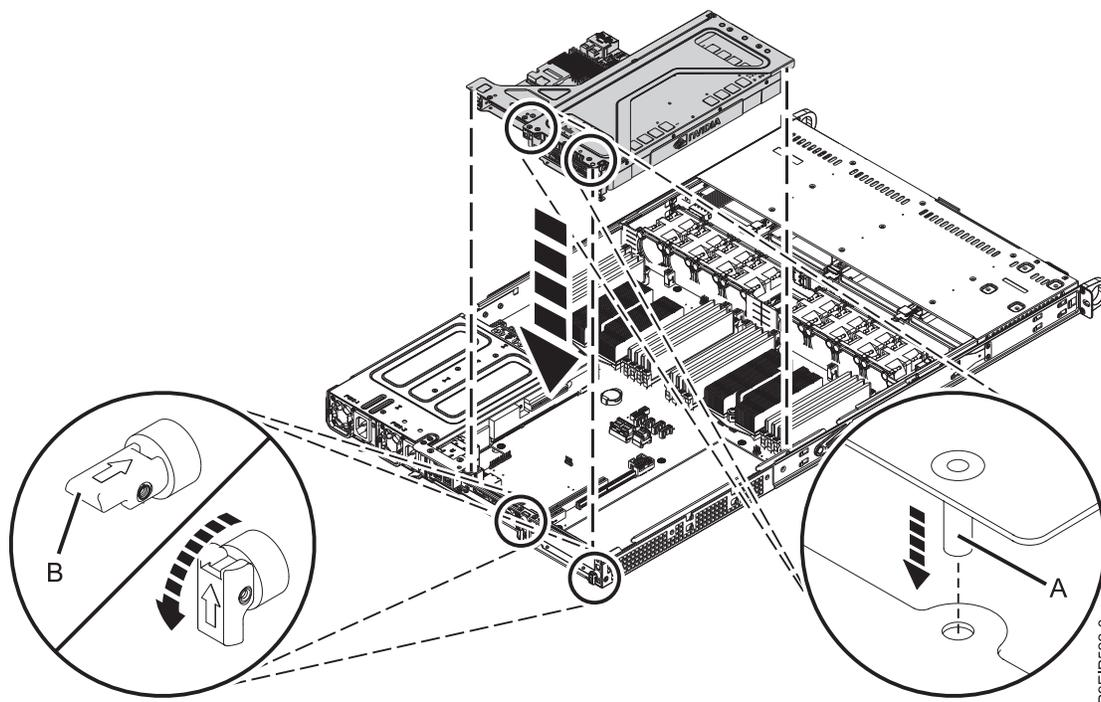

Figure 49. Remplacement du connecteur de bus PCIe
- f. Placez le connecteur de bus de la carte PCIe et les cartes PCIe qu'il contient dans le fond de panier système comme illustré dans la figure 49.